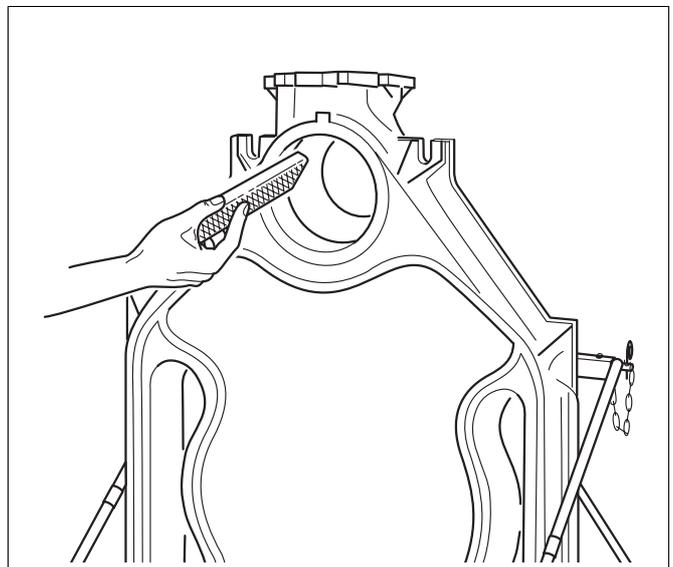

Bild 12 Grat abfeilen
- ▶ Den eventuell an den Naben vorhandenen Grat abfeilen (Bild 12).
- ▶ Den eventuell an den Naben vorhandenen Grat abfeilen (entsprechend Bild 12, Seite 18).